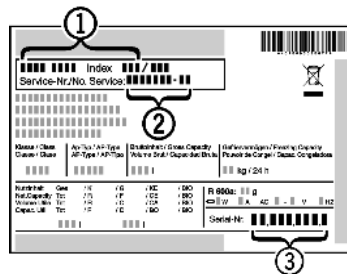

Fig. 8
- ▶ Назва пристрою *Fig. 8 (1)*, сервісний номер *Fig. 8 (2)* та серійний номер *Fig. 8 (3)* вказані на таблиці типів. Табличка типів знаходиться всередині пристрою, зліва.
- ▶ Повідомте сервісну службу про характер неполадки, назву пристрою *Fig. 8 (1)*, сервісний номер *Fig. 8 (2)* та серійний номер *Fig. 8 (3)*.